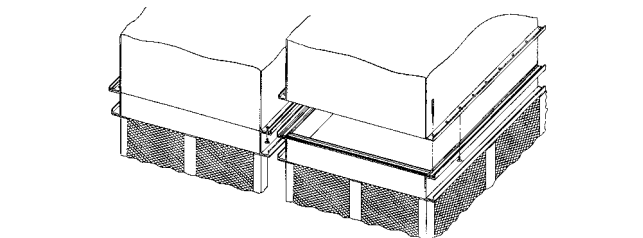
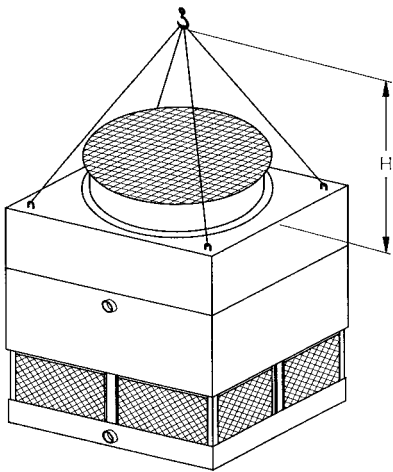

Figura 16 - Emparejamiento de las Secciones Superiores Sobre las Secciones de Bandeja
Figura 17—Unidad Completamente Montada. Ver Tabla 3.
Las unidades con varias secciones de batería – ventilador se ensamblan de la misma forma que se indica anteriormente para una sección simple. Utilizar tornillos autorroscantes en todos los taladros de ambas bridas frontales. Las bridas laterales internas son accesibles desde el interior del equipo. Todos los tornillos autorroscantes se deben introducir hacia abajo. (Ver figura 16).
Para el izado y posicionamiento final, se deben utilizar todos los cáncamos en “U” existentes sobre la sección superior. (Ver figura 17). El gancho de la grúa debe quedar como mínimo a la altura “H” sobre la sección superior para evitar tensiones excesivas y deformaciones sobre los cáncamos de enganche y sobre la propia unidad.
3. Unir las dos mitades de la malla protectora con clips o perillos (Ver figura 16). Hay 4 clips en cada lado de la malla y deben espaciarse como se muestra en la figura 17.